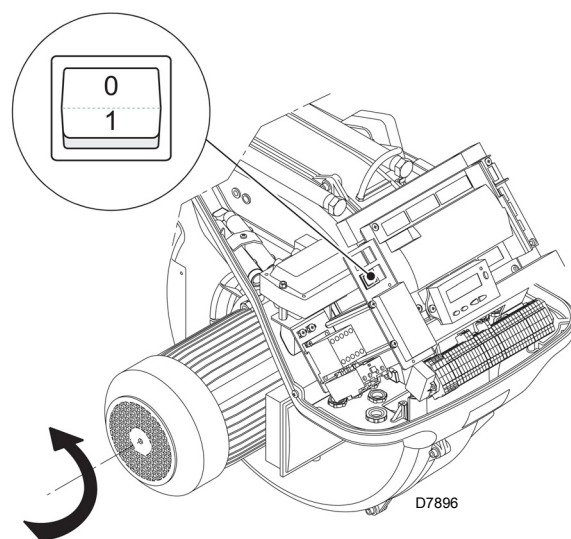

图 28
闭合温控器 / 压力开关，旋转开关图 28 至位置“1”。
燃烧器一旦启动，应到风机马达的冷却风扇前方检查确认其旋转方向为逆时针。见图 28。
- 将开关图 28 置于位置“0”，并等待控制盒执行停机程序；
燃烧器处于热需求等待模式，或选择器“0-1”（图 28 页 34）在位置“0”。
使用选择器 “0-1” (图 28 页 34) 燃烧器不会立即停机，但停机阶段已被激活。